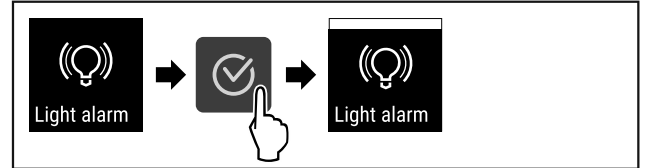

Fig. 98
- ▶ Suorita toimenpidevaiheet (katso Fig. 98) .